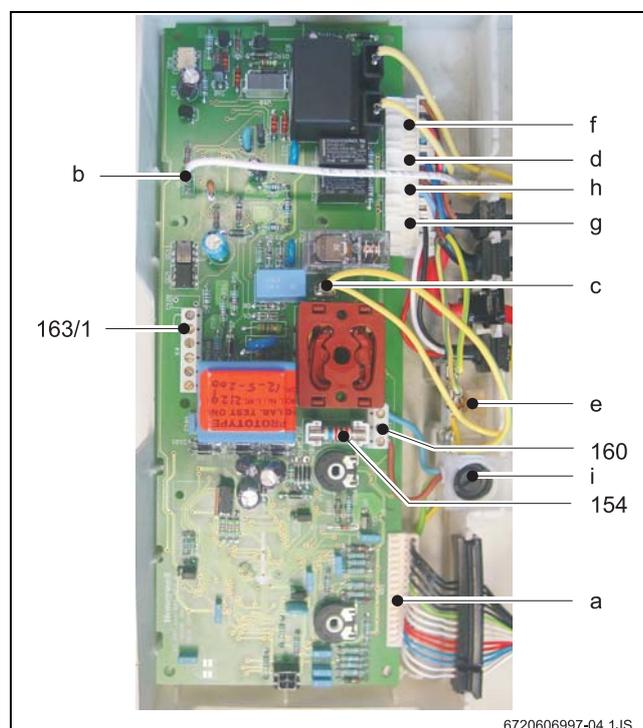

Fig. 13
- Fare passare il cavo attraverso la guarnizione del passacavo (i) e collegarlo come da Fig. 13.
- Togliere il ponte Ls-LR (oppure 1-4) (Fig. 13, Pos. 163/1).